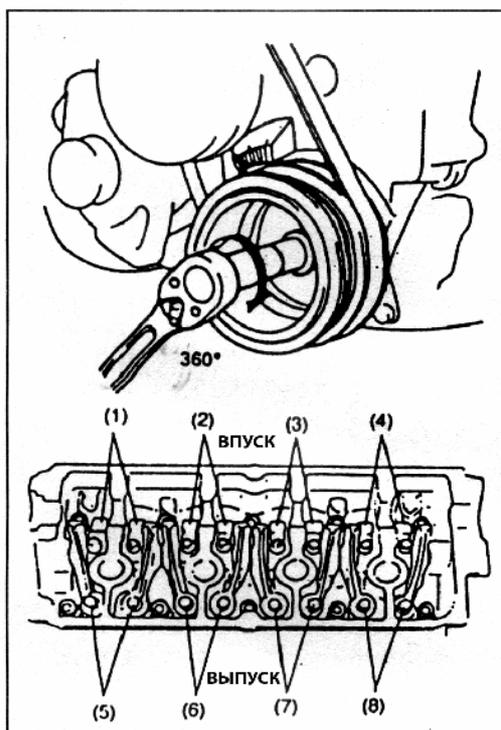

Рис. 14
6) Проверьте и отрегулируйте клапаны (1), (2), (5), (7) или (3), (4), (6), (8), затем поверните коленвал на 3600 (Рис. 14), проверьте зазоры клапанов (3), (4), (6), (8) или (1), (2), (5), (7), при необходимости.